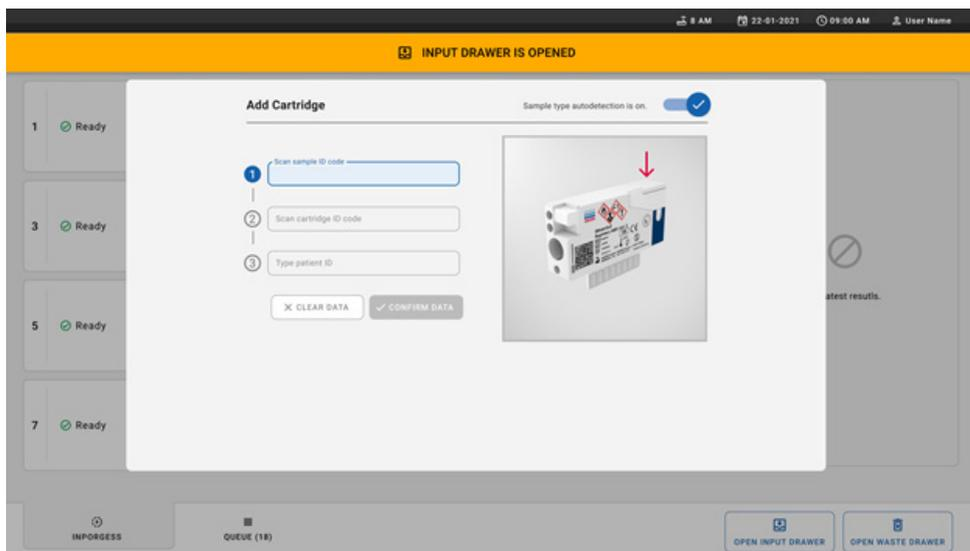

Figure 23. Écran de lecture de l'ID d'échantillon.
7. La boîte de dialogue **Add Cartridge** (Ajouter une cartouche) apparaît et le scanner situé devant l'instrument est activé. Balayez le code-barres d'ID de l'échantillon sur le dessus de la QIAstat-Dx Respiratory SARS-CoV-2 Panel Cartridge devant l'instrument (position indiquée par la flèche [figure 23]).